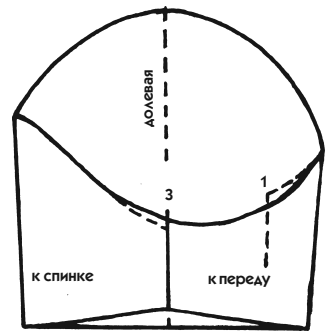

Рис. 203
- Сложите рукав на плоскости, как показано на рис. 203, и поместите линию верхней части рукава на линию долевой нити.
- Между засечкой 1 верхней части и засечкой 3 нижней части начертите недостающую часть оката рукава, которая иногда точно подходит к предыдущим точкам 1 и 3, а иногда ее следует подправить, чтобы она получилась плавной. На рис. 203 пунктирная линия показывает первоначальное положение концов рукава.
При закрытом рукаве, как на рис. 203, линия низа рукава немного приподнимается, но исправлять эту погрешность необязательно. Чтобы убедиться в этом, достаточно надеть рукав на руку.